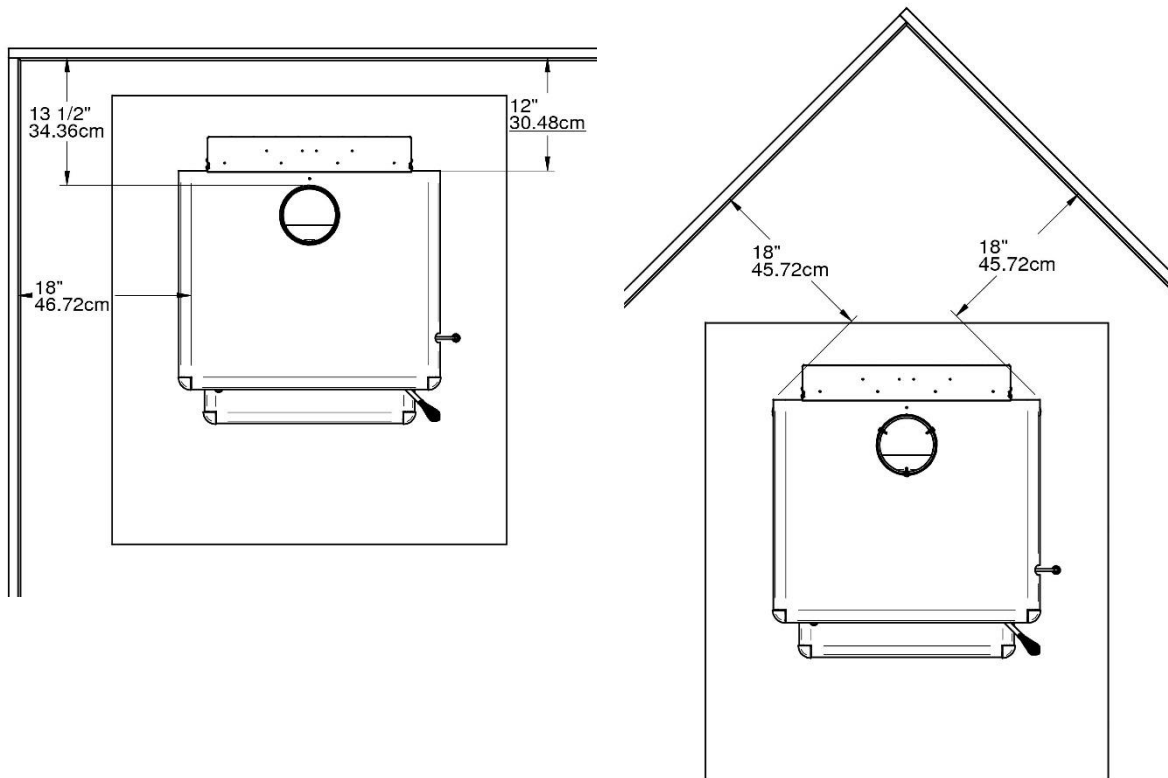

Figure 3
- Pour une installation en coin à 45 °, ou toute autre configuration, le dégagement minimum entre le poêle et les matériaux combustibles doit être de 18 pouces (45.7 cm). (Figure 3)